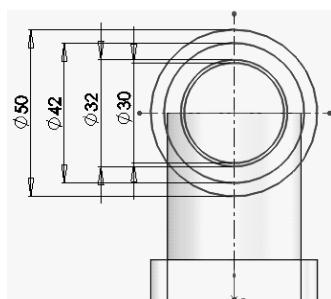
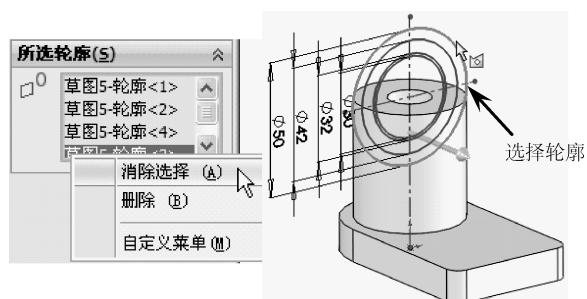

图 1-76 绘制草图
图 1-77 重新选择轮廓
- 05 使用【拉伸凸台/基体】工具，选择右视基准面作为草绘平面，并绘制出草图曲线，如图 1-76 所示。退出草图模式后在【拉伸】面板中重新选择轮廓，如图 1-77 所示。